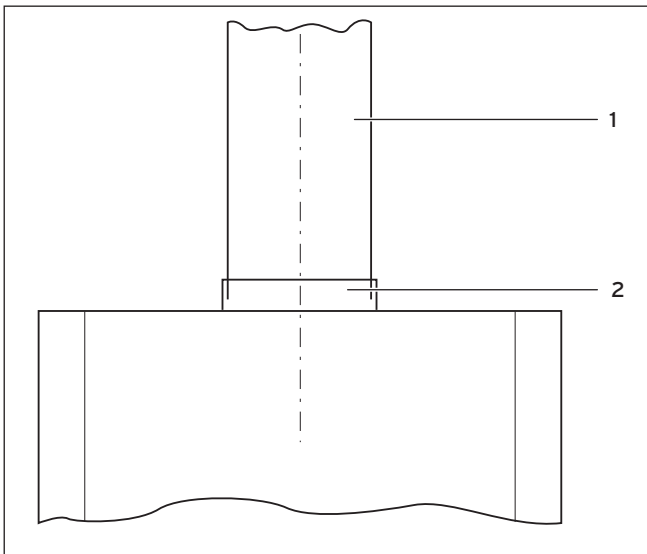

Fig. 4.7 Conexión al sistema de evacuación de gases
- dejar abierto el grifo de agua, y apagar y volver a encender el aparato pulsando dos veces el interruptor principal (8).
- Coloque el conducto de evacuación (1) de la conexión del conducto de evacuación (2) en el cortatiro, véase fig. 4.7.